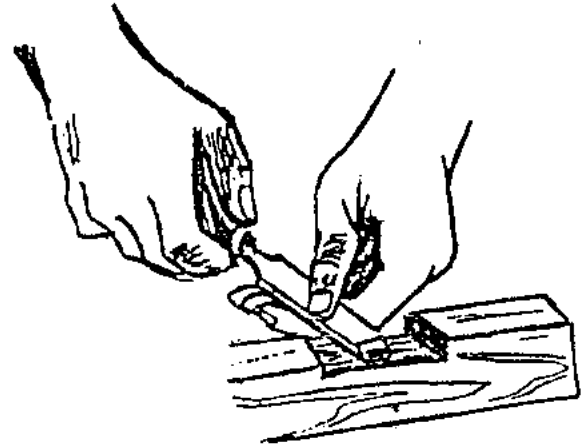

Fig 51.
- d) Al trabajar: nunca coloque la mano delante del filo de corte, puede accidentarse (fig. 51).